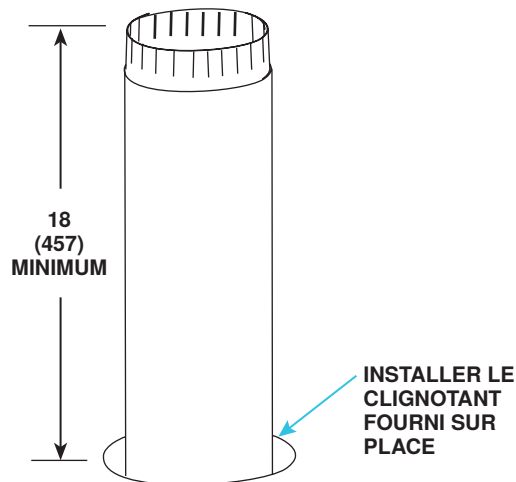

Figure 21. Conduite d'air de combustion à travers le toit
- a. Insérez le tuyau d'air de combustion à travers le toit comme montré dans la Figure 21.